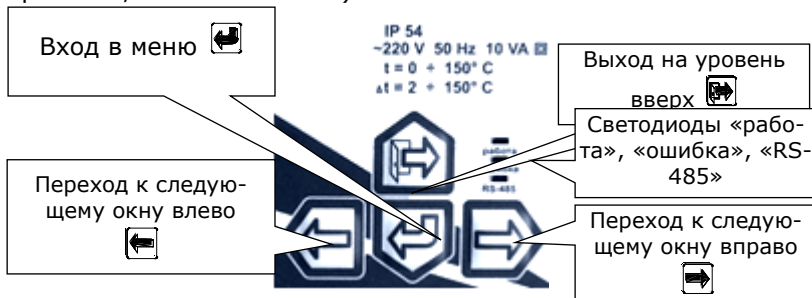

Рис. 5.1
2.11 Управление работой теплосчётчика осуществляется четырьмя кнопками, расположенными на передней панели (см. рис. 5.1), и кнопкой «служебная», расположенной на плате цифровой обработки (см. рис. В.1, ПРИЛОЖЕНИЕ В).
2.12 О состоянии теплосчётчика можно судить по состоянию трех светодиодов, расположенных на панели управления (см. рис. 5.1). Мигание зеленого светодиода примерно раз в секунду свидетельствует о нормальной работе теплосчётчика. Мигание красного светодиода сигнализирует о наличии НС, непрерывное свечение – о наличии ТН. Желтый светодиод сигнализирует о передаче данных по интерфейсу RS-485.